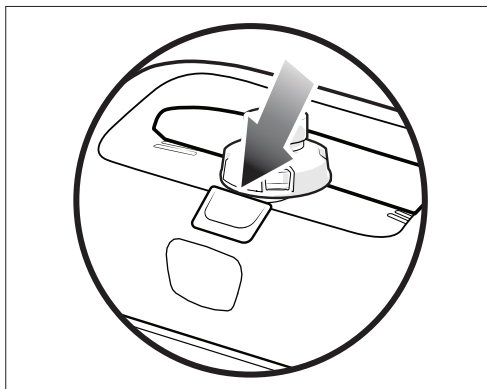

Figure 10. Loquet du bouton de dégagement
1. Pour ouvrir le couvercle, pousser le loquet du bouton de dégagement qui se trouve sur le dessus du nettoyeur (Figure 10).